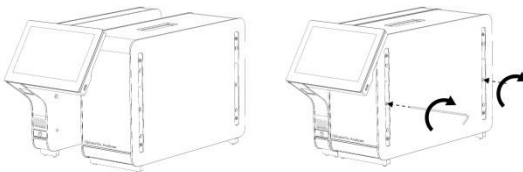

Abbildung 3: Anbringen des Betriebsmoduls am Analysemodul
- Nehmen Sie das Betriebsmodul aus der Kiste und befestigen Sie es an der linken Seite des Analysemoduls. Ziehen Sie die Schrauben unter Verwendung des mit dem QIAstat-Dx Analyzer 1.0 gelieferten Werkzeugs für das Analyse- und Betriebsmodul fest (Abbildung 3).